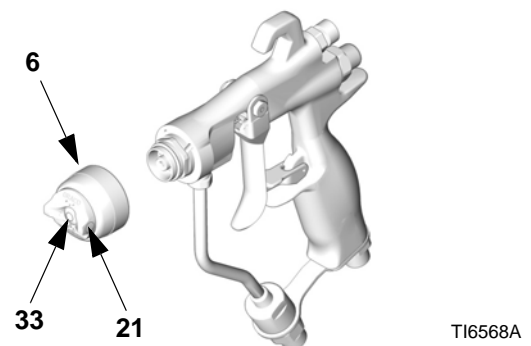

FIG. 36
2. Retire el anillo de retención del cabezal de aire (6), el cabezal de aire (21), y la boquilla de pulverización (33). Vea FIG. 36.